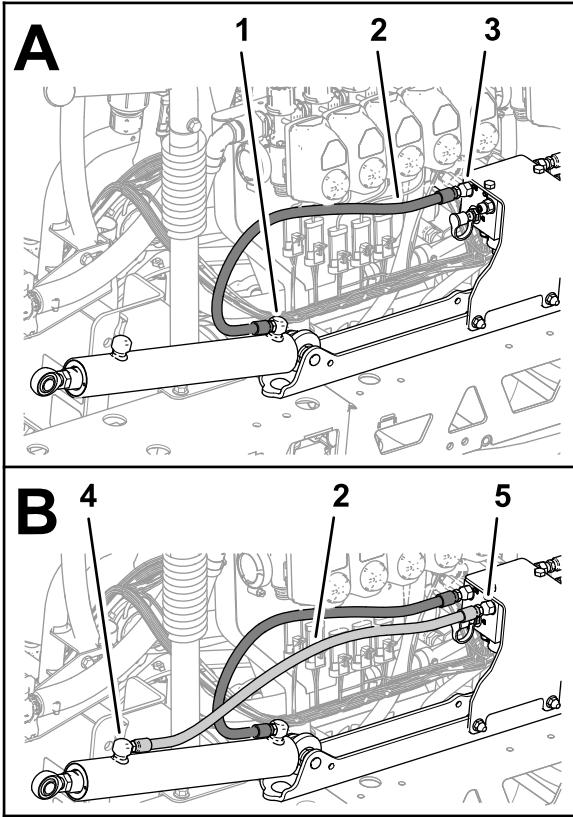
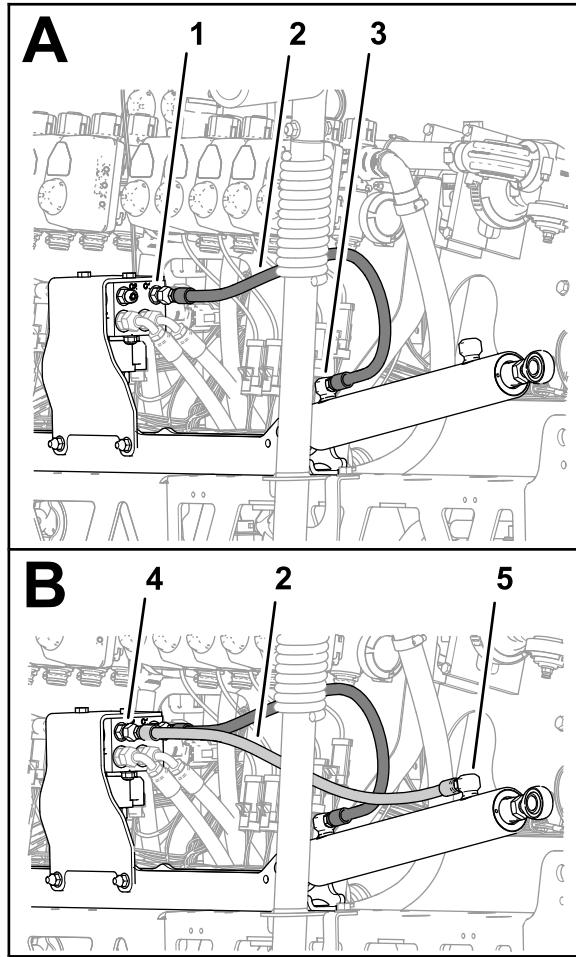

Рисунок 116
Рисунок 117
- Установите, не затягивая, новый гидравлический шланг (1/4 x 24-3/4 дюйма) между отверстием выдвижения подъемного цилиндра левой секции стрелы и отверстием С3 коллектора подъема стрелы (Рисунок 116).
2. Установите, не затягивая, новый гидравлический шланг (1/4 x 24-3/4 дюйма) между отверстием втягивания подъемного цилиндра левой секции стрелы и отверстием С4 коллектора подъема стрелы (Рисунок 116).
3. Установите, не затягивая, новый гидравлический шланг (1/4 x 24-3/4 дюйма) между отверстием выдвижения подъемного цилиндра правой секции стрелы и отверстием С1 коллектора подъема стрелы (Рисунок 117).
4. Установите, не затягивая, новый гидравлический шланг (1/4 x 24-3/4 дюйма) между отверстием втягивания подъемного цилиндра правой секции стрелы и отверстием С2 коллектора подъема стрелы (Рисунок 117).
5. Затяните штуцеры шлангов в отверстиях выдвижения и втягивания подъемных цилиндров (Рисунок 116 и Рисунок 117) с моментом от 21 до 26 Н·м.
6. Затяните накидные гайки шлангов, подсоединенных к коллектору подъема стрелы (Рисунок 116 и Рисунок 117), с моментом от 24 до 30 Н·м.